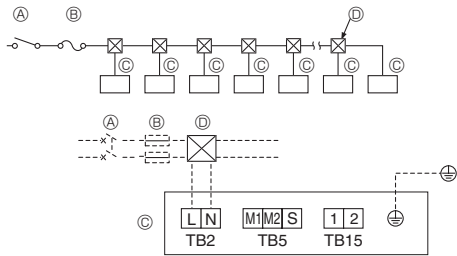

Fig. 4-4
4.2. Проводка питания (Fig. 4-4)